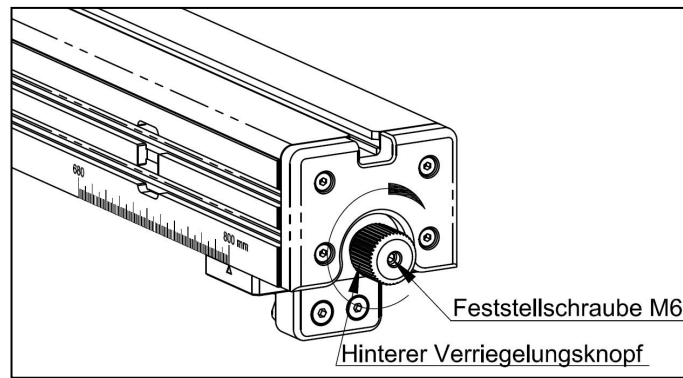

Abb. 6-24
- Beziehen Sie sich auf Abbildung 6-24 und beginnen Sie damit, die M6-Setschraube vollständig zu lösen.